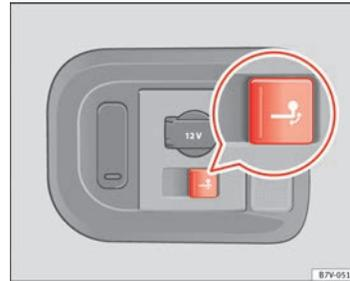

Abb. 158 Rechts im Gepäckraum: Taste zum elektrischen Schwenken des Kugelkopfs.
- Taste ⇒ Abb. 158 kurz ziehen. Der Kugelkopf wird elektrisch entriegelt und schwenkt selbstständig heraus, die Kontrollleuchte in der Taste blinkt.
- Taste → **Abb. 158** kurz ziehen. Der Kugelkopf wird elektrisch entriegelt, die Kontrollleuchte in der Taste blinkt.